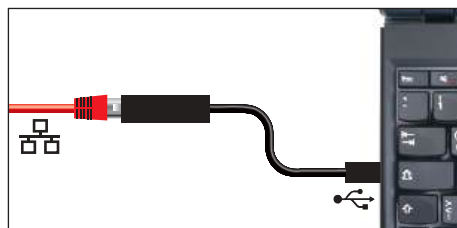

Fig. 7 Convertidor Ethernet-USB
- ▶ Convertidor Ethernet-USB (Fig. 7). Esta pieza permite conectar la conexión Ethernet del equipo (véase la página 13) con la conexión USB de un PC/ordenador portátil.